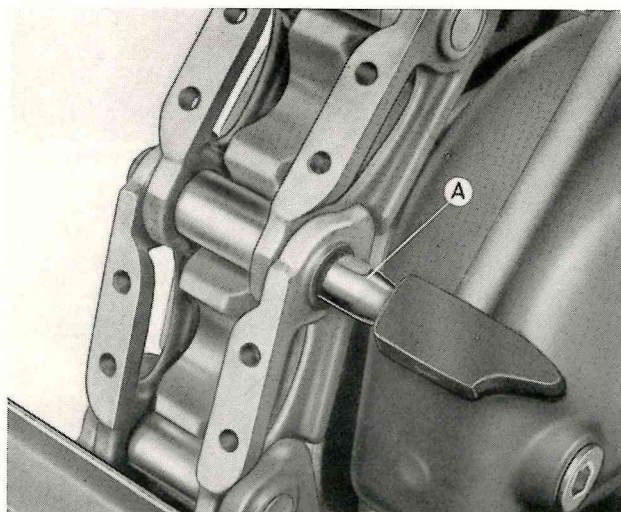

Fig. 144 - Estrazione del perno di giunzione cingoli.
- avvitare al posto della vite di ritegno il punzone **A 453001** (fig. 144) ed espellere il perno;